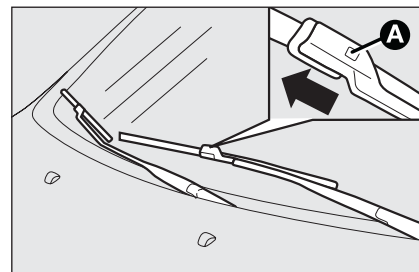

fig. 14
- appuyer sur l'agrafe **A-fig. 14** du ressort d'accrochage et enlever du bras le balai;